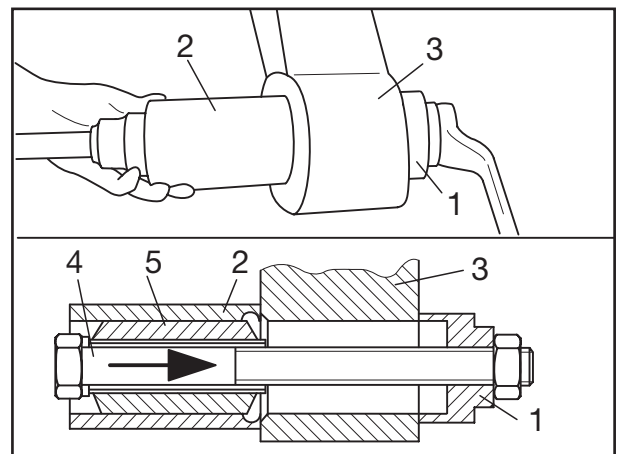

Fig. 39
- [4] Neue Gummi-Stahl-Buchse (Fig. 39/5) außen mit Seifenwasser einstreichen und in das Rohr (Fig. 39/2) einschieben.
- [5] Rohr so ansetzen, dass die innere Ringnut (Fig. 39/Pfeil) an der angefasteten Seite des Federauges (Fig. 39/3) anliegt. Schraube einschieben, Druckstück (Fig. 39/1) ansetzen, Mutter aufschrauben und Gummi-Stahl-Buchse in das Lenkerfederauge einziehen.
- [4] Coat new bonded rubber bush (Fig. 39/5) on the outside with soapy water and insert into the tube (Fig. 39/2).
- [5] Position tube so that the inner annular groove (Fig. 39/arrow) is resting on the chamfered side of the spring eye (Fig. 39/3). Push in bolt, fit on thrust piece (Fig. 39/1), screw on nut and pull bonded rubber bush into the trailing arm eye.
- [4] Enduire l'extérieur de la nouvelle douille métallo-caoutchoutée (fig. 39/5) d'eau savonneuse et la faire entrer dans le tube (fig. 39/2).
- [5] Placer le tube de manière à ce que le manchon intérieur (fig. 39/flèche) soit contre le côté biseauté de l'oeil (fig. 39/3). Introduire la vis, mettre la butée (fig. 39/1), serrer l'écrou et faire entrer la douille métallo-caoutchoutée dans l'oeil du ressort de guidage.